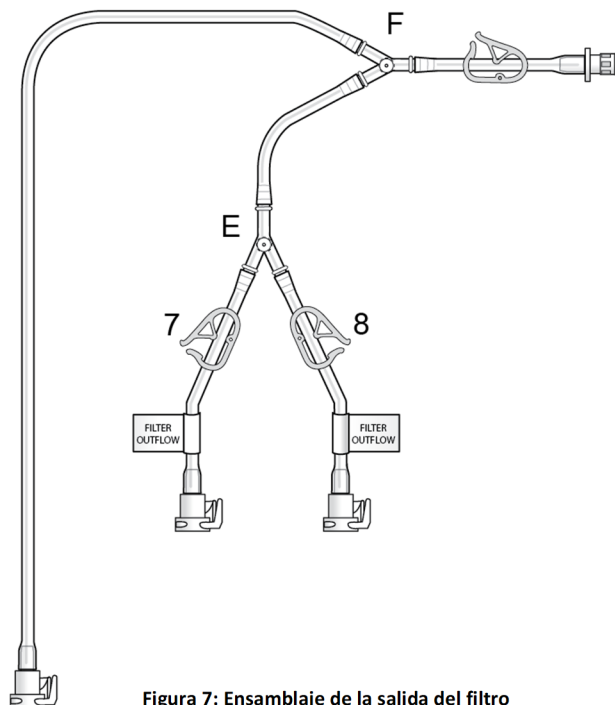

Figura 7: Ensamblaje de la salida del filtro
- (f) Saque la sección del «ensamblaje de la salida del filtro» de su bolsa estéril; véase la figura 7.